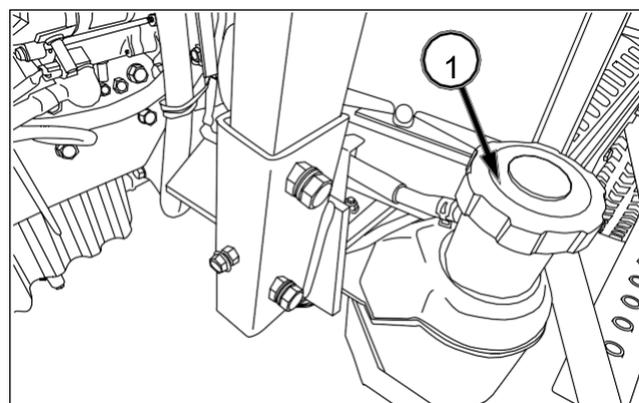

FIG. 214
FIG. 214: Al retirar el tapón de llenado del depósito de carburante (1), quizá escuche un silbido o un ruido seco. Este ruido, debido al diseño del tapón, es normal. No modifique el tapón ni utilice un tapón no homologado. Esto podría conllevar una fuga de carburante en caso de vuelco del tractor.